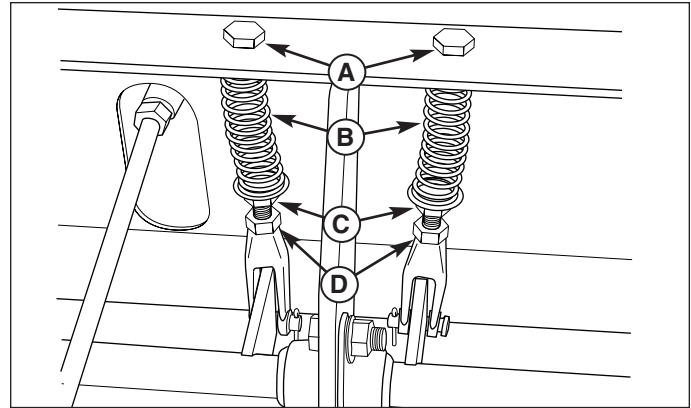

Figura 28. Ajuste de devolución de resorte del neutral
3. Mueva las palancas del control de velocidad de avance hacia la posición de neutral. Si las palancas no se alinean con las muescas en la placa de bloqueo del neutral, será necesario ajustar los pernos de devolución invertida (A, Figura 28).